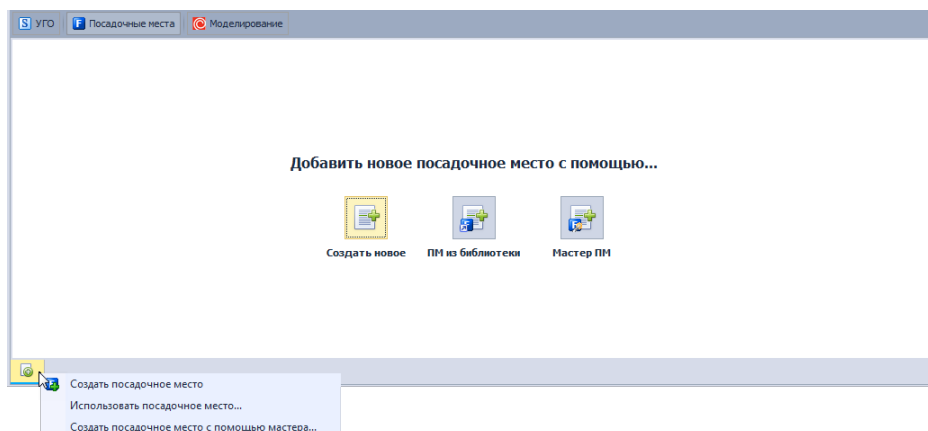

Рис. 261 Запуск выбора готового посадочного места
2. Выберите пункт «Использовать посадочное место» в контекстном меню, вызываемом на кнопке «Создание/Использование посадочных мест» , см. Рис. 261. Также можно воспользоваться кнопками в центре окна